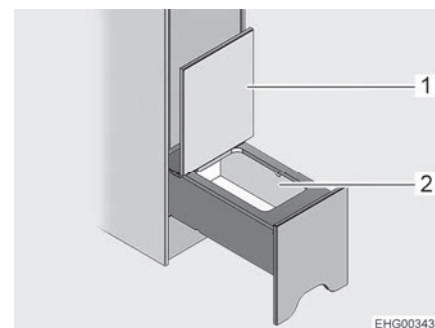

Fig. 125 Compartiment de rangement
- Rabattre le couvercle (Fig. 125,1) vers le haut. Le compartiment de rangement (Fig. 125,2) est accessible.